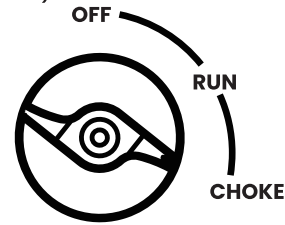

Figure 6: Tournez le commutateur de commande du moteur/carburant en position CHOKE.
3. Tournez le commutateur de commande du moteur/carburant en position CHOKE (voir la figure 6).